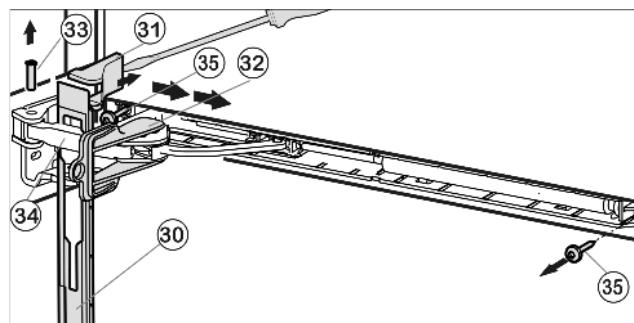

Fig. 12
- Сдвиньте накладку над амортизационной скобой Fig. 12 (34) в направлении устройства вперед.
- Зафиксируйте предохранитель Fig. 12 (32) в продольном пазе.
- Подденьте крышку Fig. 12 (31) отвёрткой с внешней стороны и снимите в направлении наружу.
- Выдавите палец Fig. 12 (33) снизу.
- Нажмите амортизационную скобу Fig. 12 (34) в направлении дверцы.
- Снимите накладку Fig. 12 (30).
- Открутите узел амортизатора закрывания дверцы (2 шт. Torx® 15) Fig. 12 (35).